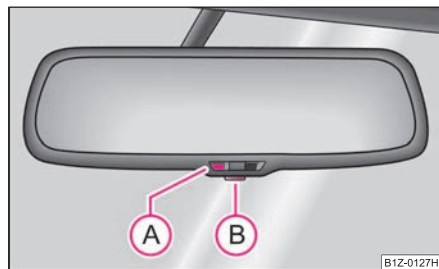

Fig. 57 Retrovisor interior antideslumbrante automático
- Pulse la tecla (B) - el testigo de control (A) se encenderá ⇒ fig. 57.